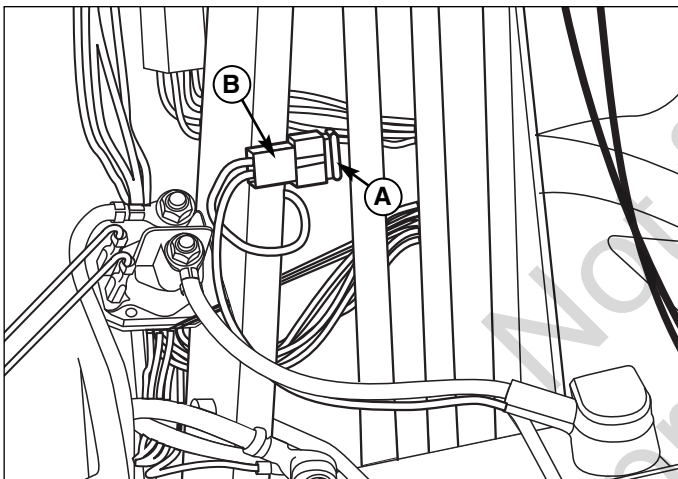
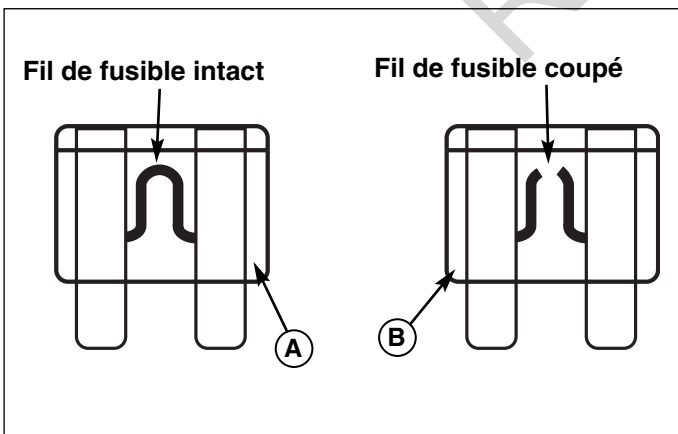

Figure 31. Fusible
Figure 32. Fusible à lamelles
1. Ouvrir le capot et repérer l'emplacement du porte-fusible (B, Figure 31) et du fusible (A) sur la colonne de direction.
2. Tenir le porte-fusible (B) d'une main et extraire le fusible (A).
3. Contrôler le fusible pour voir si le fil est coupé (voir la Figure 32). Changer le fusible si le fil thermofusible est coupé. En cas de doute sur l'état du fusible, le changer.
4. Tenir le porte-fusible (B) et introduire un fusible neuf (A) bien à fond dans son logement.